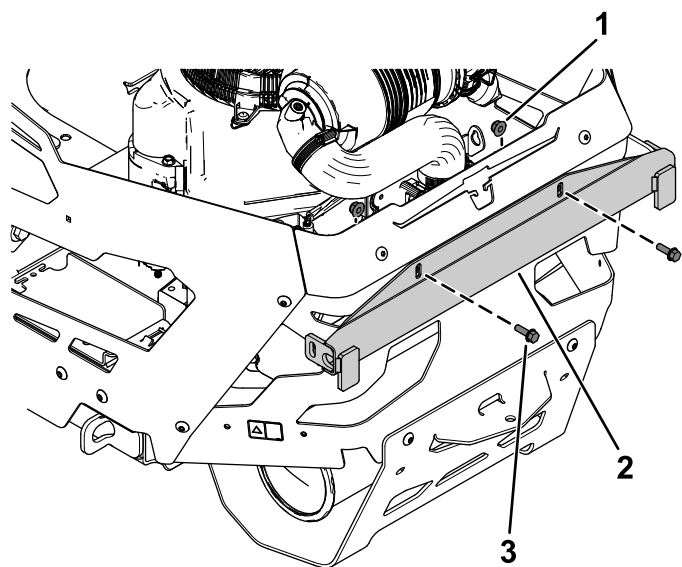

Figura 7
1. Instale sem apertar o apoio superior na proteção traseira do motor utilizando dois parafusos de cabeça flangeada (5/16 pol. x 1 pol.) e duas porcas flangeadas (5/16 pol.) como se mostra na Figura 7.